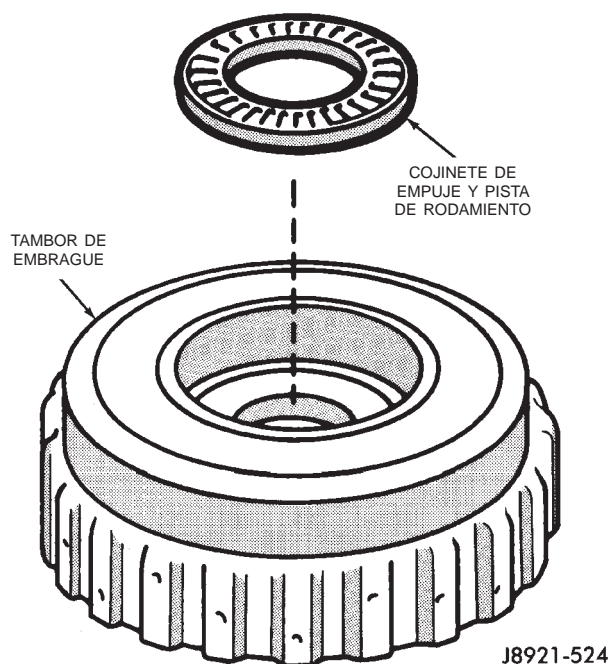

Fig. 195 Desmontaje del cojinete y pista de rodamiento del tambor de embrague
(4) Retire el conjunto de cojinete de empuje y pista de rodamiento del tambor de embrague (Fig. 195).